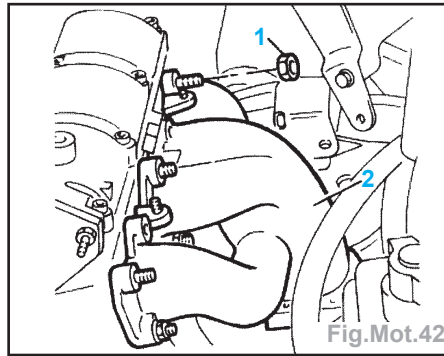

Fig.Mot.42
- les écrous (1) et le collecteur d'échappement (2) (Fig.Mot.42).